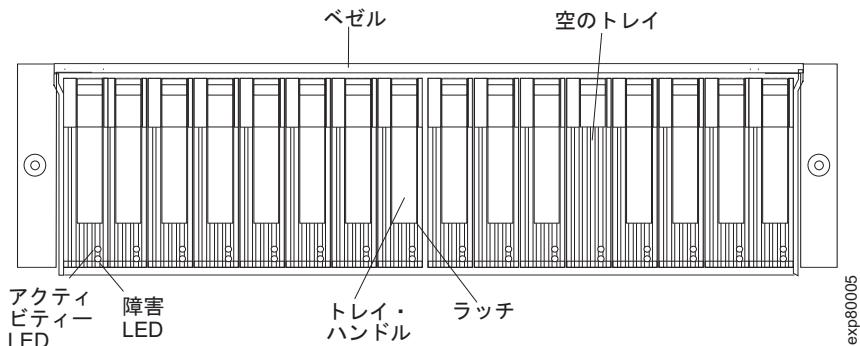

図34. ホット・スワップ E-DDM LED
- 84 ページの図 34 に示される障害 LED を確認します。いずれかのこはく色の LED が点灯している場合は、109 ページの『問題の解決』を参照してください。